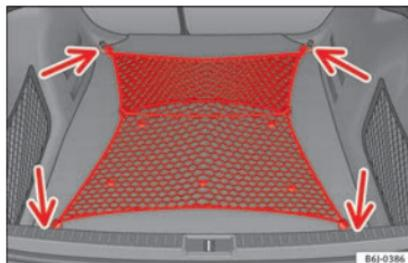

Fig. 158 Rede para bagagem esticada.
- Fixe a rede de bagagem às quatro argolas » **Fig. 158** (setas).